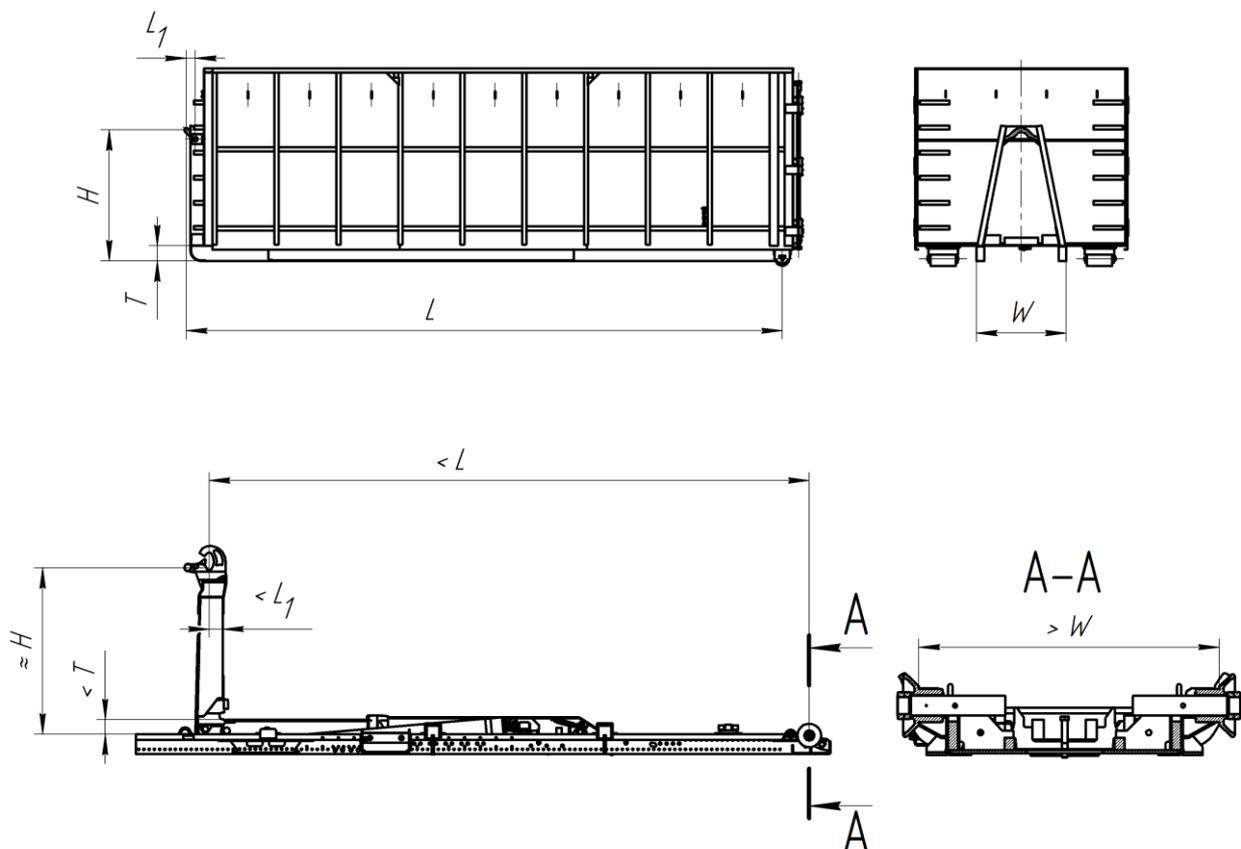

Рисунок 6 – Соответствие размеров оборудования и кузова
Перед загрузкой незнакомого кузова на автомобиль проверьте (рисунок 6), чтобы высота петли кузова (H), туннельная высота (T), длина (L), расстояние между петлями и упором на передней стенке кузова (L_1) а также ширина по продольным балкам (лыжам) (W) соответствовали размерам Вашего оборудования. Также необходимо проверить, чтобы на лыжах кузова имелись углубления для фиксаторов необходимых для блокировки кузова в транспортном положении. Если имеются малейшие сомнения в размерах съемного кузова, то измерьте их сначала, чтобы не повредить оборудование или кузов.